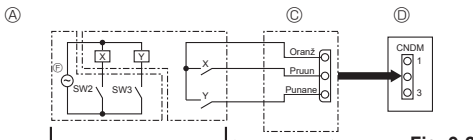

Fig. 9-2
9.2. Nõudefunktsioon (kohapealne modifikatsioon) (Fig. 9-2)